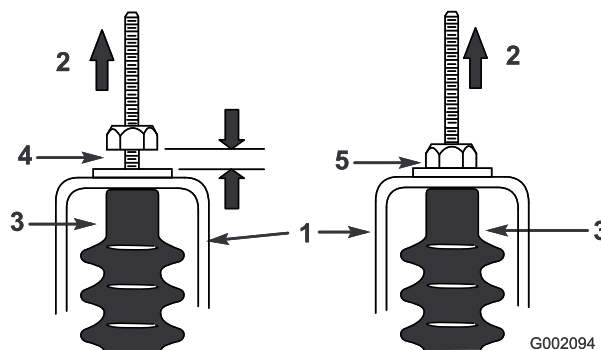

Figura 60
5. Puxe cada cabo de mudanças para se certificar de que existe folga de 0,76–1,52 mm entre a porca/anilha e o suporte neutro (Figura 60).